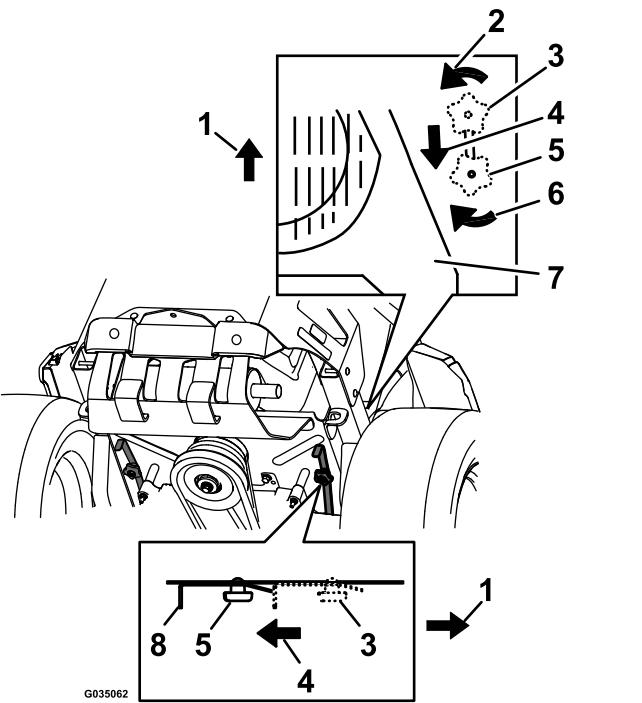

Figura 34
3. Per spingere la macchina, spostate entrambe le manopole di bypass all'indietro e bloccatele in posizione (Figura 34).
5. Per azionare la macchina, spostate le manopole di bypass su AVANTI e bloccatele in posizione (Figura 34).